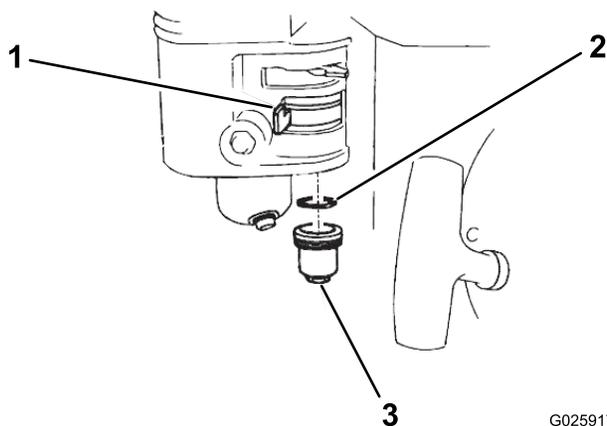

Figura 30
1. Mueva la válvula de combustible a la posición de Cerrado, luego retire la taza de sedimentos y la junta tórica (Figura 30).